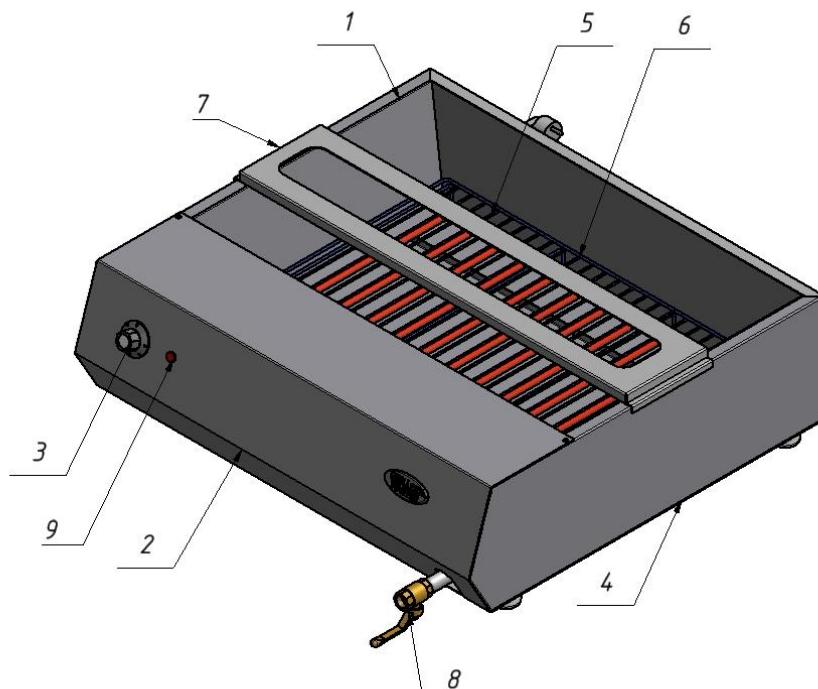

Рисунок 1 – Устройство прибора
Салазки устанавливаются над рабочей поверхностью ванны (см. рис.1) и на них устанавливают дозатор.
6.4 Закрыть кран слива масла (8) (рис.1).